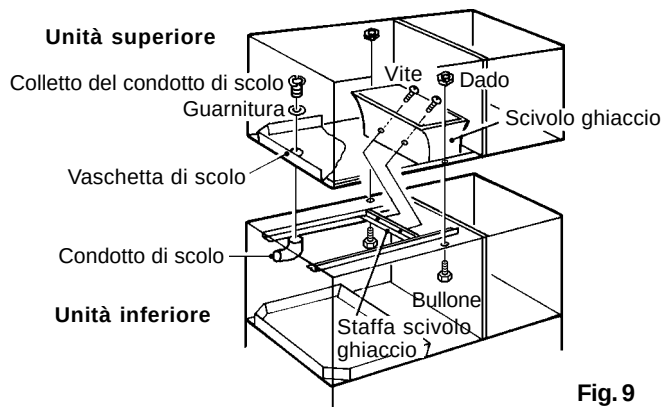

Fig. 9
11) Collegare l'unità superiore o quella centrale all'unità inferiore. Vedere la Fig. 9.
- 12) Fissare le due unità con i due bulloni e i due dadi in dotazione. Vedere la Fig. 9.
- 13) Allineare il foro di scolo dell'unità inferiore con il foro della vaschetta di scolo dell'unità superiore. Inserire la guarnitura (accessorio dell'unità inferiore) e serrare il colletto del condotto di scolo (accessorio dell'unità inferiore). Vedere la Fig. 9.